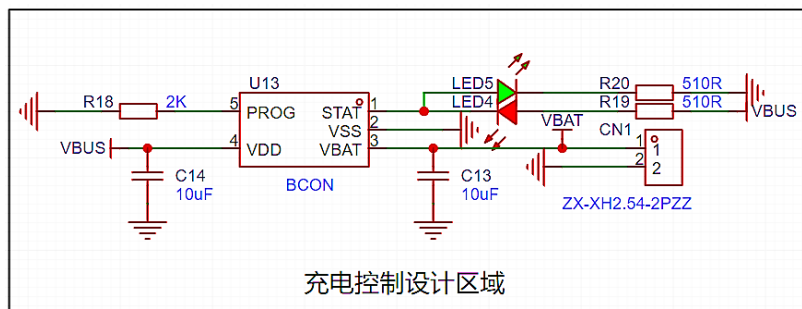

图 3 充电控制区域设计图
1、在嘉立创 EDA 专业版设计环境下打开“资源数据包”中所提供的工程文件 15P1D_EDA.eprj。在充电控制设计区域内，使用给定的器件，完成图 3 所示的原理图电路绘制。注意：除试题一中要求选手绘制的 BCON 器件外，其它器件、网络均已给定，请勿修改器件位号、网络名称等信息。